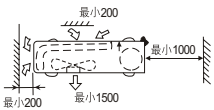

图4 机器户外部分所需空间
- (1) 安装场所必须满足如下要求。
- 确定机器四周留有充分空间，并尽可能地远离障碍物，以便操作和维修，见图4。